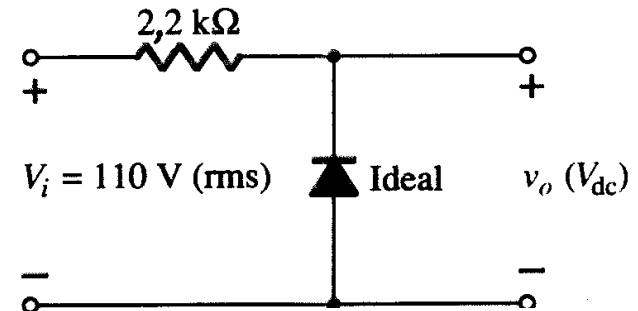

Fig. 2.150 Problema 25.
25. Para o circuito da Fig. 2.150, esboce v_o e determine V_{dc} .